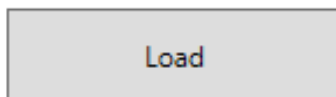

Abbildung 7-5 Schaltfläche Load (Laden)
3. Laden Sie die Filme in die Filmanalysesoftware, indem Sie auf die Schaltfläche **Load** (Laden) klicken (siehe Abbildung 7-5).